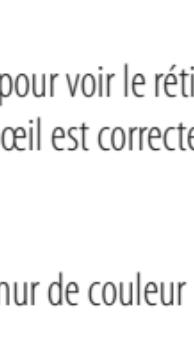
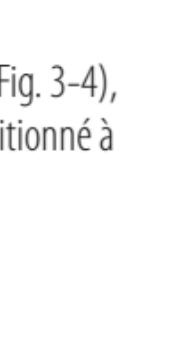

Fig. 3-4
Fig. 3-5
(2) Mise au point
- ① Regardez dans l'oculaire, l'œil placé à 10 cm environ (4 pouces) de la lentille oculaire, pour voir le réticule SPEEDFORCE (Fig. 3-4), le réticule X-MOA (Fig. 3-5), ou le réticule X-MRAD (Fig. 3-6). Assurez-vous que votre œil est correctement aligné et positionné à la bonne distance, afin d'éviter que votre vue soit "bouchée".
- ② Pointez l'objectif de la lunette vers le ciel (mais PAS en direction du soleil) ou vers un mur de couleur unie.
- ③ Faites tourner la molette de réglage du viseur dans le sens inverse des aiguilles d'une montre puis dans le sens des aiguilles d'une montre, jusqu'à ce que le réticule apparaisse net.